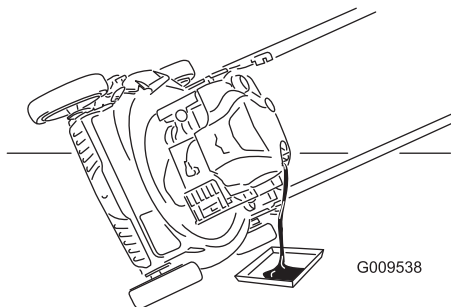

Figure 26
4. Inclinez la machine sur le côté (filtre à air en haut) pour vidanger l'huile usagée par le goulot de remplissage (Figure 26).